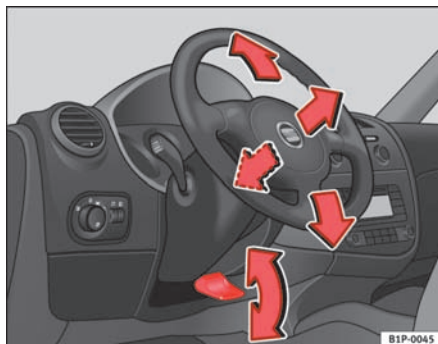

Fig. 111 Indstilling af rat
- Drej armen $\Rightarrow$ fig. 111 under ratstammen nedad $\Rightarrow$ ⚠.